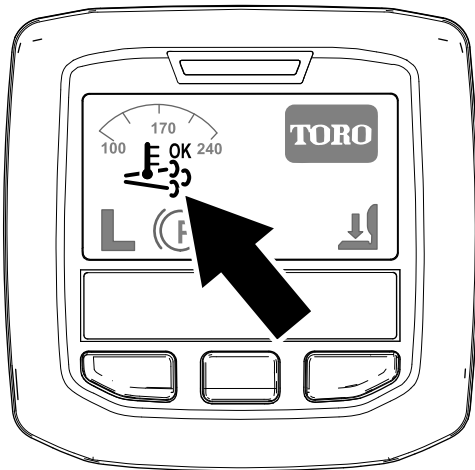

Figure 37
- L'icône de régénération assistée/commandée s'affiche sur l'InfoCenter (Figure 37).